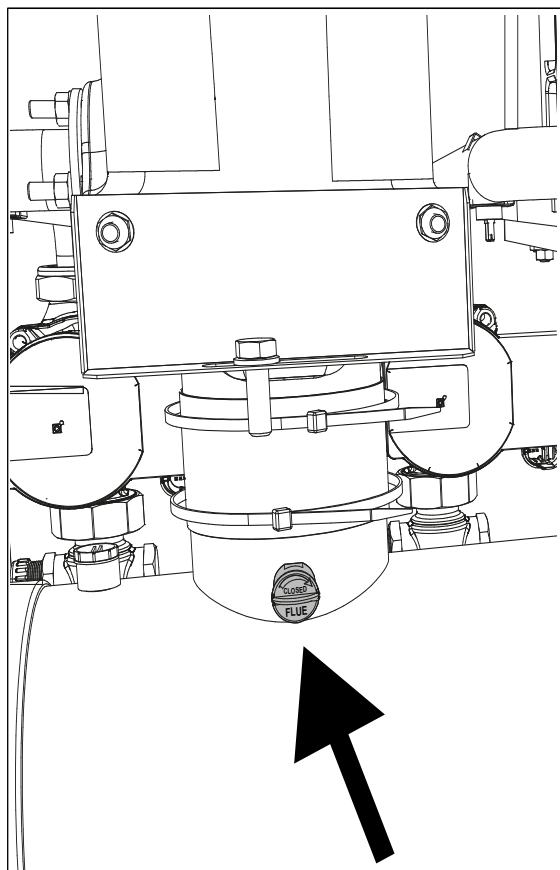

fig. 94 - Presa fumi del singolo modulo
Il prelievo dei fumi della combustione va eseguito inserendo la sonda dell'analizzatore nella presa fumi del singolo modulo (vedi fig. 94).
- Inserire uno strumento di analisi combustione nella presa fumi (vedi fig. 94).